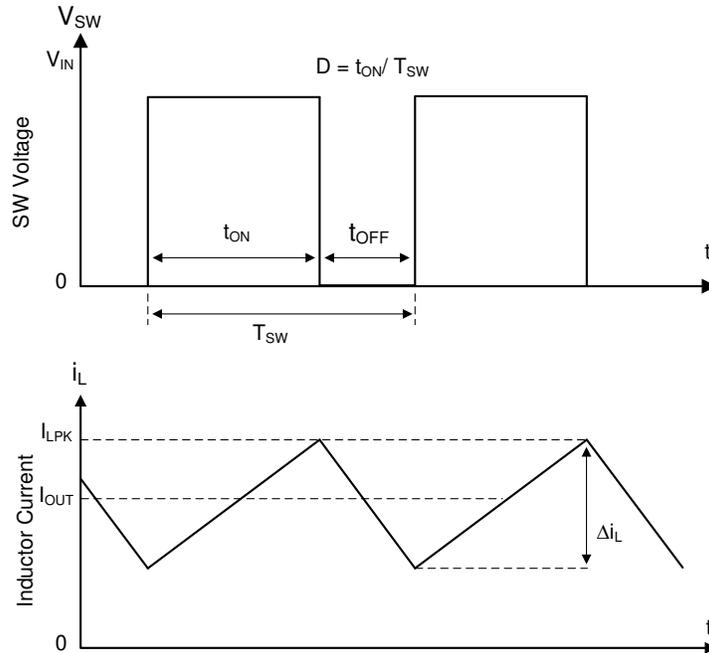

图 7-1. 连续导通模式 (CCM) 下的 SW 节点和电感器电流波形
LMR516x5 的以下运行说明针对节 7.2 和图 7-1 中的波形。LMR516x5 是一款同步降压转换器，具有集成式高侧 (HS) 和低侧 (LS) 开关 (同步整流器)。LMR516x5 通过使用受控的占空比打开高侧和低侧 NMOS 开关，来提供稳定的输出电压。高侧开关导通期间，SW 引脚电压上升至约  $V_{IN}$ ，电感器电流  $i_L$  以线性斜率  $(V_{IN} - V_{OUT})/L$  增加。当高侧开关被控制逻辑关闭时，低侧开关在经过反击穿死区时间后将会导通。电感电流通过低侧开关以斜率  $V_{OUT}/L$  放电。降压转换器的控制参数为占空比  $D = t_{ON}/T_{SW}$ ，其中  $t_{ON}$  是高侧开关导通时间， $T_{SW}$  是开关周期。转换器控制环路通过调整占空比  $D$  来维持恒定的输出电压。在可忽略损耗的理想降压转换器中， $D$  与输出电压成正比，与输入电压成反比： $D = V_{OUT}/V_{IN}$ 。